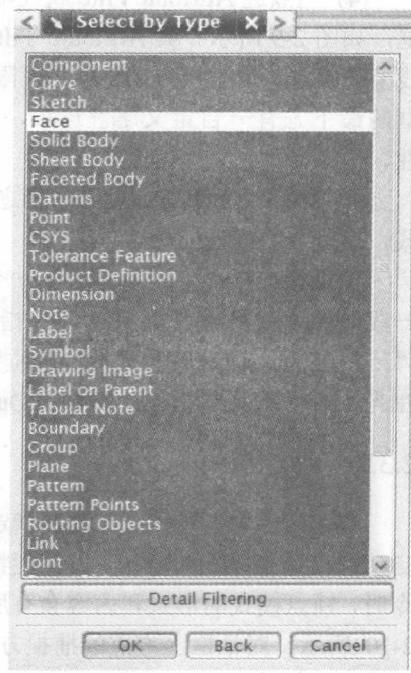

图 2-6 类型选项对话框
(1) 当点选 Type Filter 类型筛选后，系统弹出相应情况下的类型选项对话框，如图 2-6 所示。用户可设置在对象选择中需包含或需排除的对象类型，以限制选取对象的范围。在不同的情况下，系统所显示的类型选项有所不同。只有当选取 Curve, Edge, Face, Datums, Dimension, Symbol, Routing Objects 等选项时，类型选项对话框中的 Detail Filtering (细部筛选) 项才被激活。